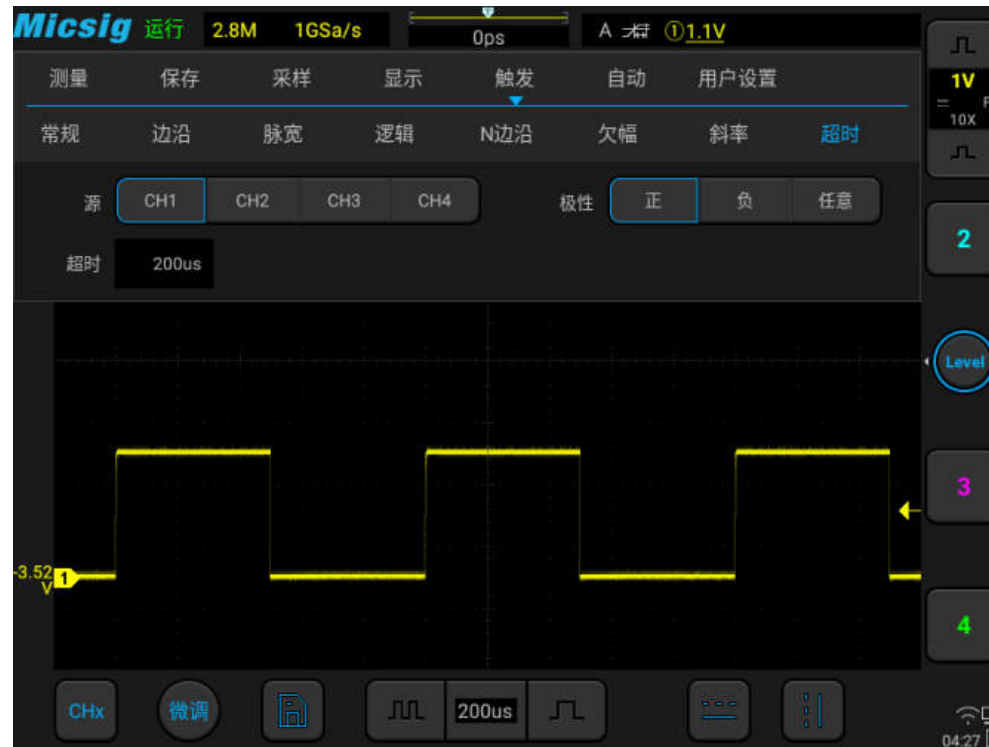

图6-29 超时触发
- 1) 打开触发菜单，轻点“触发”打开触发菜单，在触发类型中选择超时触发，对超时触发进行如下设置，见图 6-29：